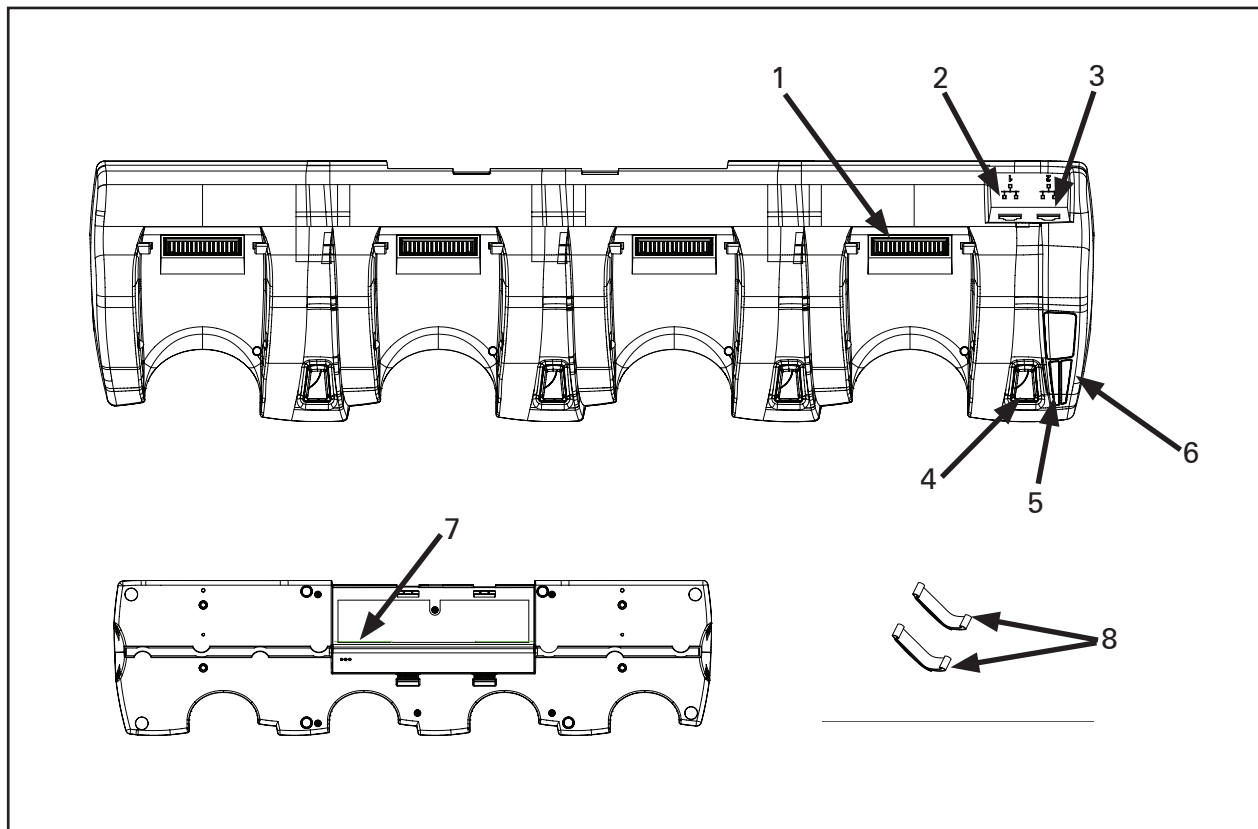

Figura 2: QLnEC4
2. Collegare l'adattatore di alimentazione alla presa in c.c. sul fondo della culla (N° 7 nella figura 2).
4. Collegare il cavo Ethernet alla presa Ethernet Jack 1 sul retro della culla (N° 2 nella figura 2). Assicurarsi di collocare il cavo dell'adattatore di alimentazione in c.a. in modo che non possa riportare danni. Per evitare il contatto accidentale tra il filo e qualunque bordo tagliente, dotare il cavo di rivestimenti e fermacavi adeguati nei punti di passaggio attraverso le aperture.
5. Collegare fino a 4 (quattro) culle in serie tramite la connessione Ethernet Jack 2 (N° 3 nella figura 2).